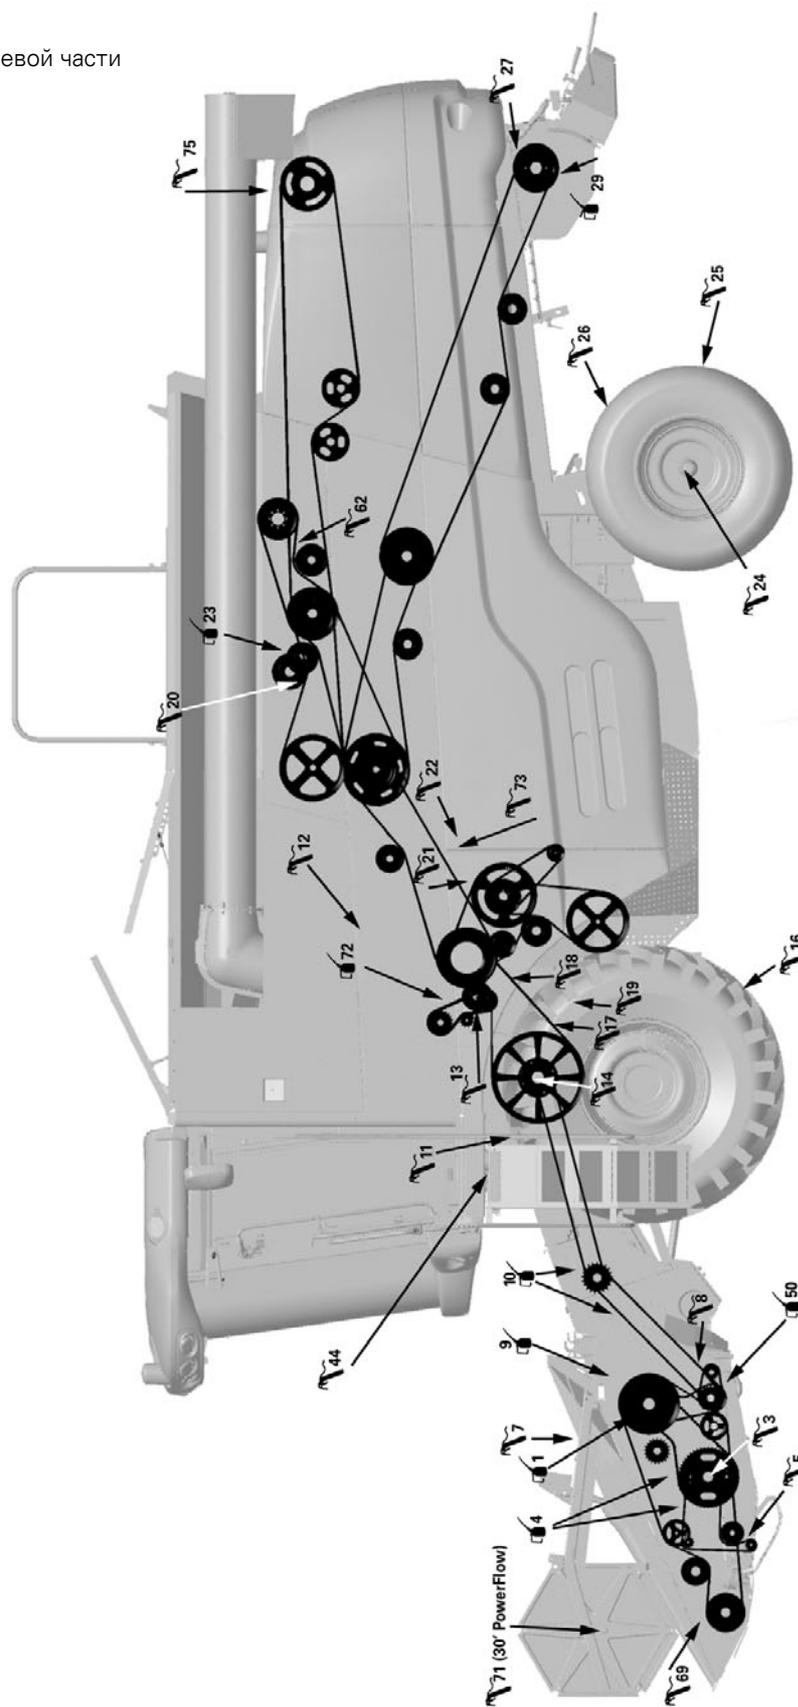
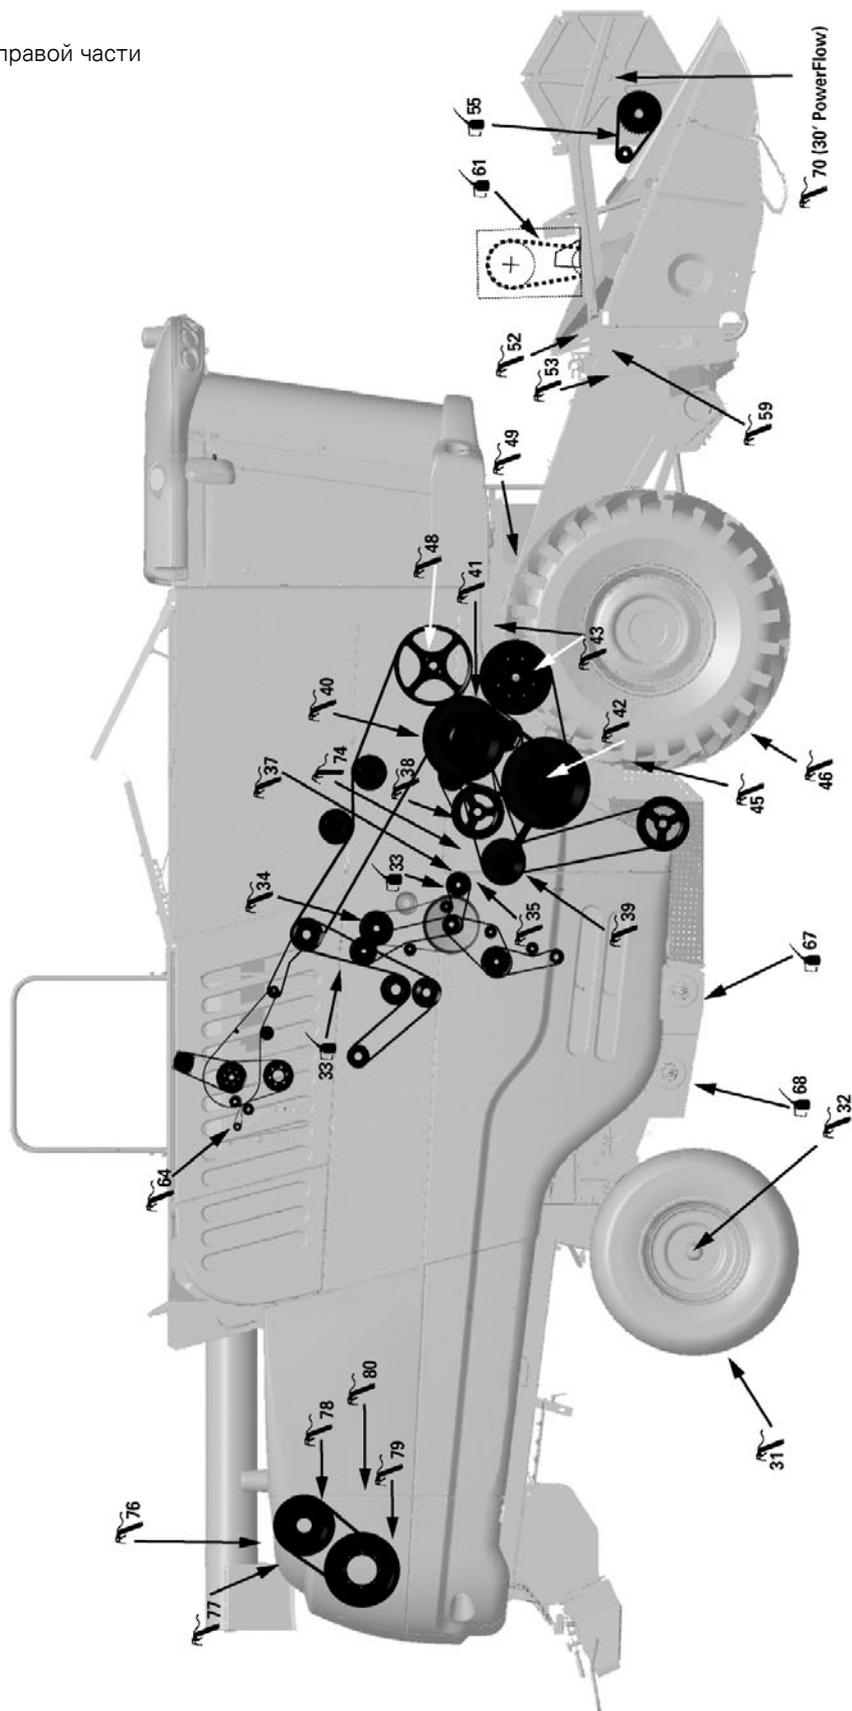
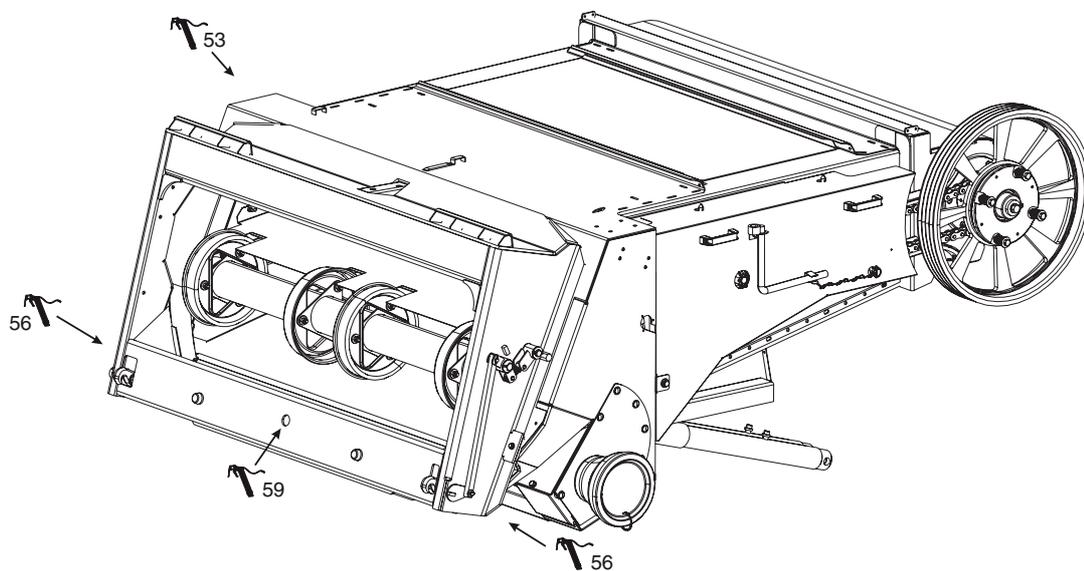
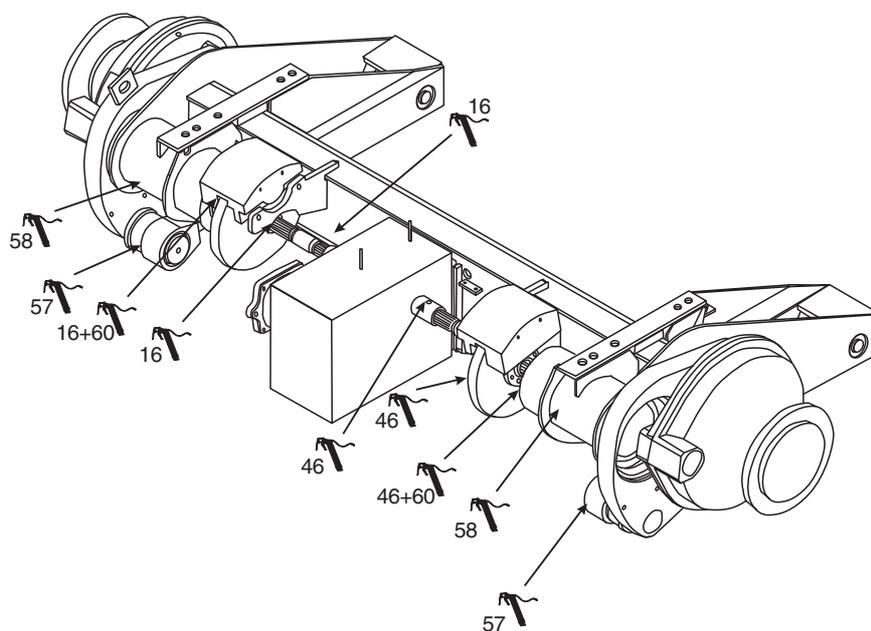

Рисунок 1
Рисунок 2
Рисунок 3
Рисунок 4
**Примечание:** Цифры, указанные в скобках, означают номера, используемые на карте смазки на стр. 625–627, которые также отображаются в (Рис. 1), (Рис. 2), (Рис. 3) и (Рис. 4)